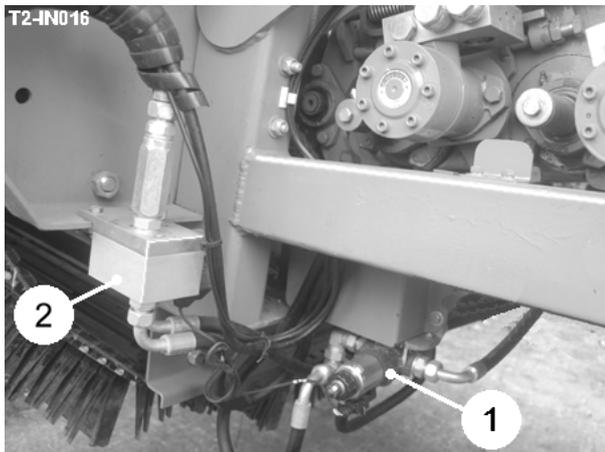

Fig 18
El  de botón de terminal del servicio empieza / para todos los elementos de la sección trasera del cosechador. Con el  de botón de terminal del servicio on, el  de botón de palanca de mando pone en marcha / para solamente la Web de ascensor operando la válvula de bypass (item 2, fig 18).